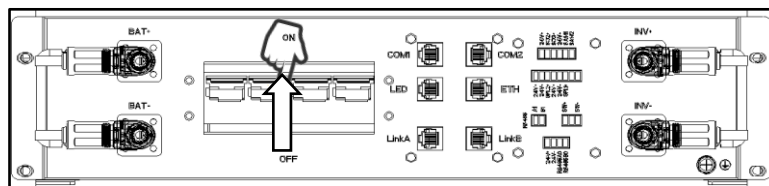

Abbildung 4.2.1
Schritt 1: Öffnen Sie die Fronttür und stellen Sie den Luftschalter des Hauptsteuerkastens in die geöffnete Position in Richtung des Pfeils in der Abbildung unten (Abbildung 4.2.1).